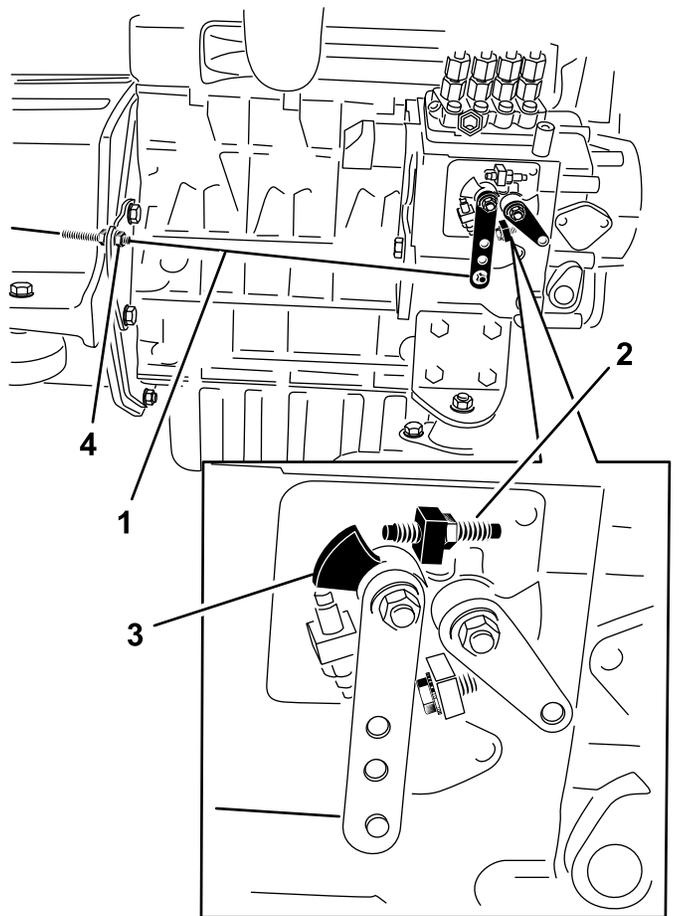

Рисунок 33
2. Проверьте положение рычага регулировки скорости на насосе для впрыска топлива. Когда рычаг дроссельной заслонки находится в положении БЫСТРО (фиксированном), рычаг регулировки скорости должен касаться винта высоких оборотов (Рисунок 33).
3. При необходимости отрегулируйте положение контргаяк тросика дроссельной заслонки так, чтобы рычаг регулировки скорости касался винта высоких оборотов, когда рычаг дроссельной заслонки находится в положении БЫСТРО (фиксированном) (Рисунок 33).